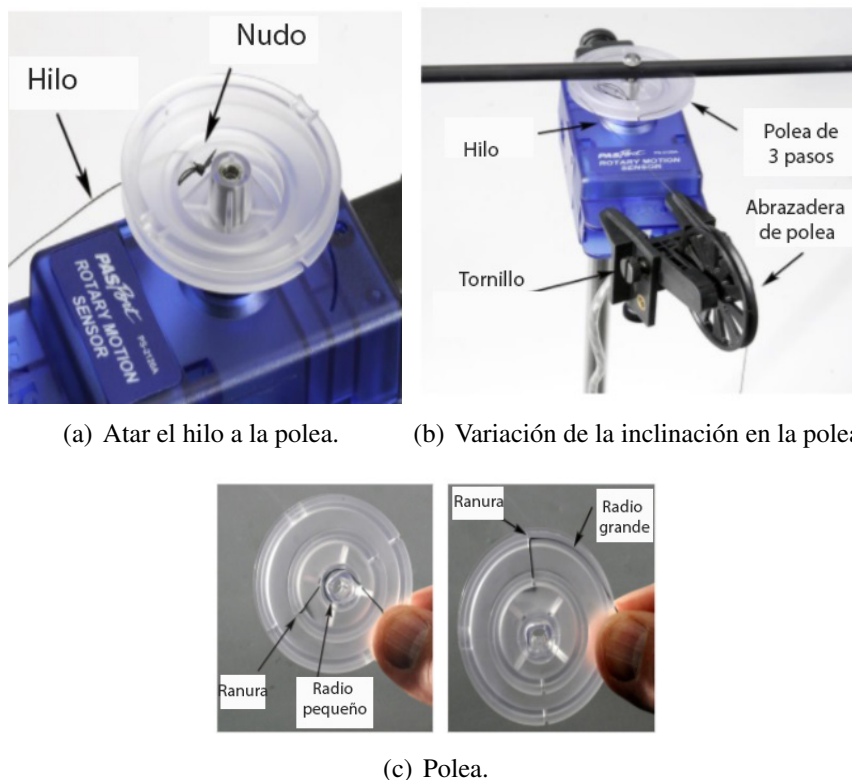

Figura 19.4: Partes y montaje del equipo.
6. Cortar un trozo de hilo de unos 75 cm de largo. Atravesar el hilo a través del orificio en la polea de tamaño medio, y atar un nudo grande como se muestra en la Figura 19.4 (c).
7. El hilo naturalmente terminará en medio de la polea. Usando las ranuras, se puede forzar la cuerda a enrollar en el radio pequeño o en el radio grande como se muestra en la Figura 19.4 (b).
8. Fijar la polea negra en el sensor de giro, como se muestra en la Figura 19.4 (a). Tomar en cuenta que la forma en la polea se fija en un ángulo para que coincida tangencialmente a la polea clara de tres pasos. También se debe ajustar verticalmente utilizando los dos tornillos húmedos, para que coincida con la altura de la polea clara que se utiliza. Cada vez que se cambie a una polea radio diferente, se tendrá que volver a ajustar tanto el ángulo y como la altura.